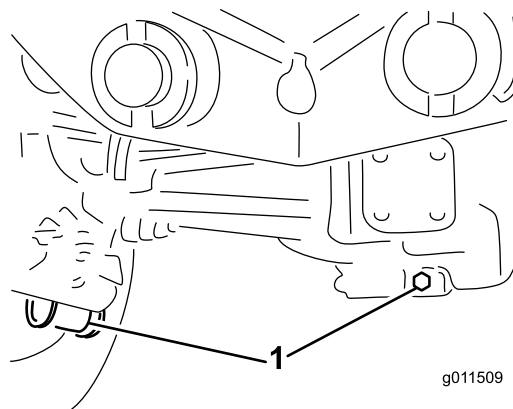

Figure 60
2. Nettoyez la surface autour des 3 bouchons de vidange, 1 à chaque extrémité et 1 au centre (Figure 60).